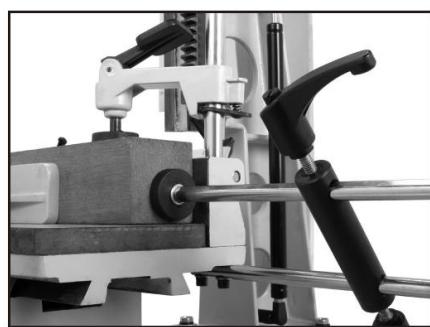

Рис. 14
- Прикрепите упор к столу, как показано на Рис. 14.
- Ослабьте фиксаторы на упоре и придвиньте упорную поверхность вплотную к торцу заготовки, как показано на Рис. 14, затем затяните фиксаторы.